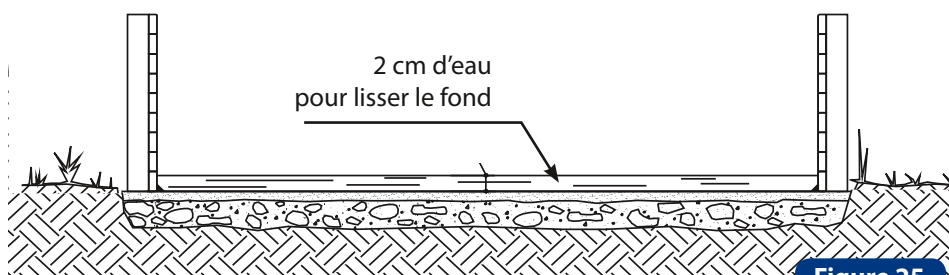

Figure 25
- Remplissez la piscine d'eau sur une hauteur de 2 cm (figure 25).